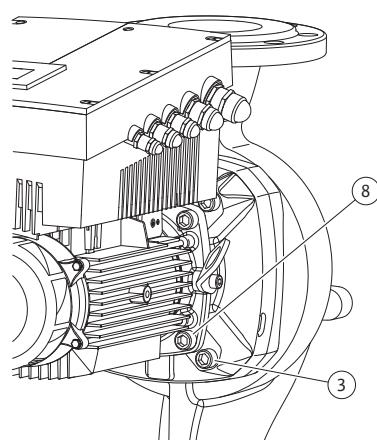

Fig. 52: Fixação opcional do conjunto de encaixe
11. Desapertar e remover os parafusos (Fig. 7, pos. 3). Consoante os modelos de bomba, os parafusos exteriores (Fig. 52, pos. 3) devem ser retirados. Após a remoção dos parafusos, o conjunto de encaixe (ver Fig. 13) fica seguro no corpo da bomba, não existindo perigo de basculamento mesmo com o veio do motor na horizontal.
22. Empurrar cuidadosamente a lanterna sobre o veio e colocá-la na posição anterior ou num outro ângulo em relação ao flange do motor, respeitando as posições de instalação autorizadas dos componentes (ver capítulo 7.1 "Posições de instalação autorizadas e alteração da disposição dos componentes antes da instalação" na página 156). Fixar a lanterna ao flange do motor com os parafusos (Fig. 7, pos. 10) **ou** – nos modelos de bomba/lanterna segundo (Fig. 52) – com os parafusos (Fig. 52, pos. 8).
16. Consoante o modelo da bomba, desapertar os parafusos (Fig. 7, pos. 10) ou, em alternativa, os parafusos (Fig. 52, pos. 8).